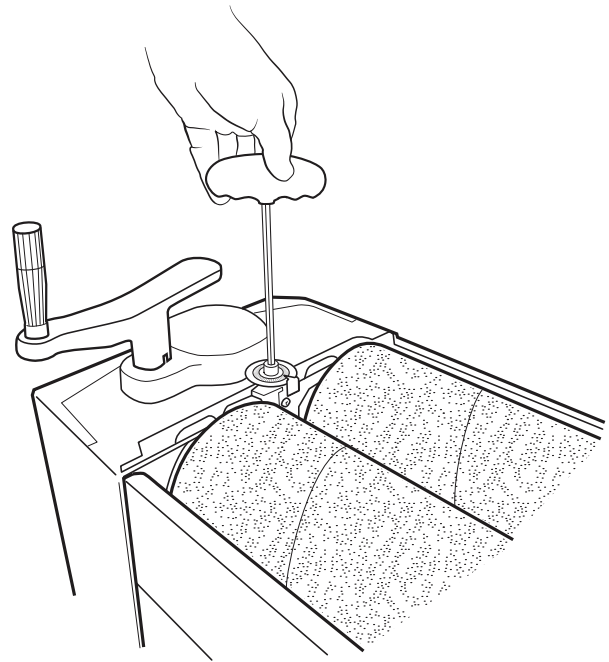

FIG. 11
2. Utilizando la llave de 6 mm suministrada, rote los tornillos hexagonales, indicados en la Fig. 11, en cada uno de los extremos del tambor trasero.